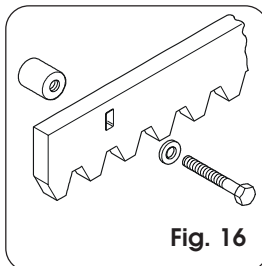

Fig. 16
4.4.2. STALEN TANDHEUGEL - VASTSCHROEVEN (Fig. 16)
- 5) Plaats een ander tandheugelement tegen het vorige, en gebruik een stuk tandheugel om de vertanding van de twee elementen op elkaar af te stemmen, zoals op fig. 16.